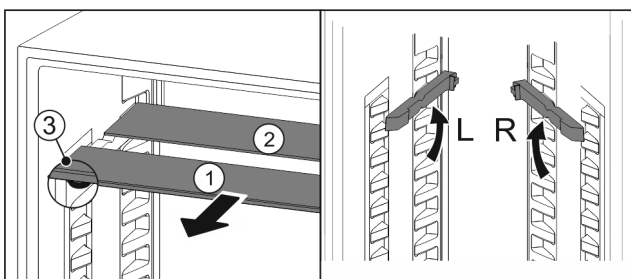

Fig. 27
- Sortir les tablettes par l'avant Fig. 27 (1).
- ▷ La tablette en verre Fig. 27 (1) avec bordure décorative est située à l'avant.
- ▷ Les butées Fig. 27 (3) sont orientées vers le bas.